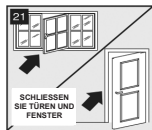

ABB.21,22,23
- Schließen Sie die Fenster und Türen im Raum, der klimatisiert werden soll (Abb. 21). Wenn Sie das Gerät halb dauerhaft installieren, sollten Sie eine Tür leicht offen lassen (mindestens 1 cm), um eine korrekte Belüftung zu gewährleisten;